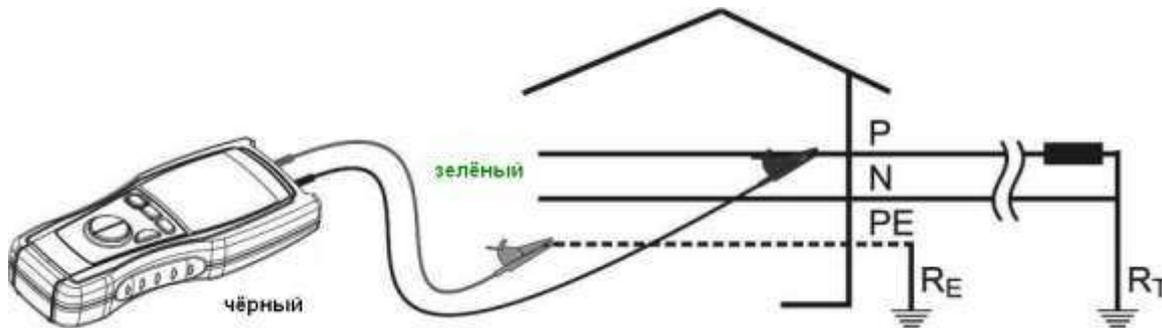

Рис. 2: Схема подключения прибора для измерений напряжения (режим « $V \approx Hz$ »)
5. Подсоедините зажимы-наконечники «крокодил» в требуемых точках к объекту тестирования, как показано на **рис.2**. Напряжение и частота будут отображаться на дисплее прибора. При этом прибор использует функцию «**автовыбор предела**» - т.е. автоматически выбирает соответствующий предел измерений.